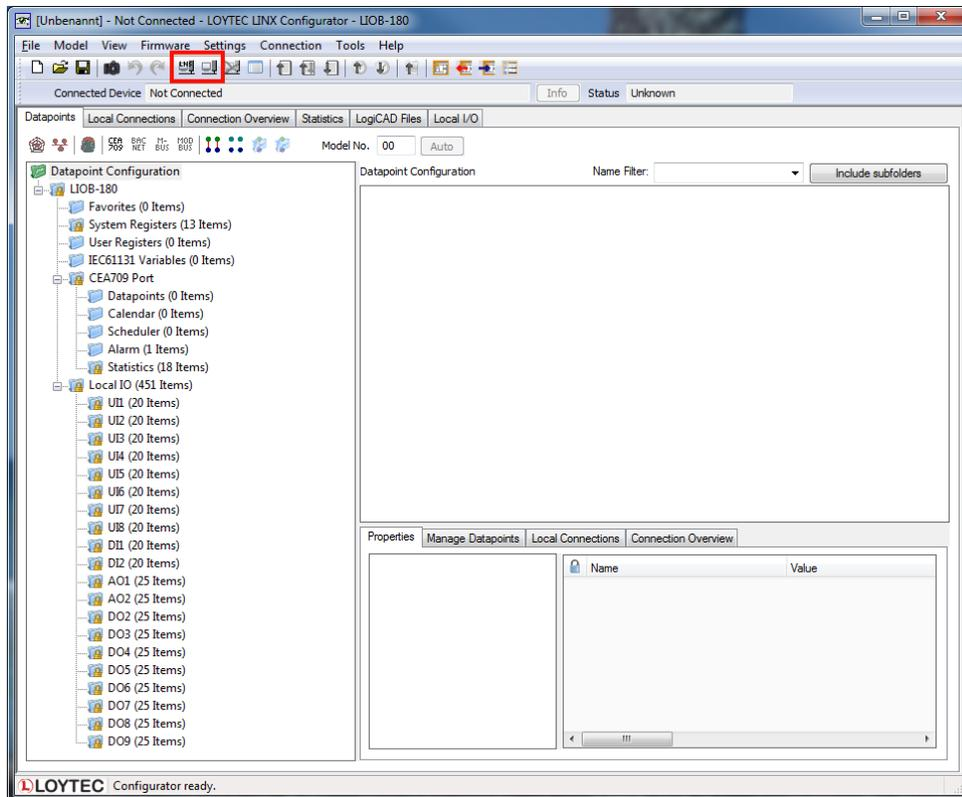

Abbildung 1: Hauptfenster der L-INX Configurator Software
1. Starten Sie die L-INX Configurator Software über das Windows Startmenü **Start → Programs → LOYTEC LINX Configurator → LOYTEC LINX Configurator**. Die Anwendung startet und zeigt das Tab mit dem Datenpunktmanager wie in Abbildung 1 gezeigt.
- Wenn das Gerät bereits angeschlossen ist, verbinden Sie sich durch Drücken des Schnellstartknopfes **Mit einem Gerät (direkt oder über LNS) verbinden** (siehe rote Markierung in Abbildung 1).